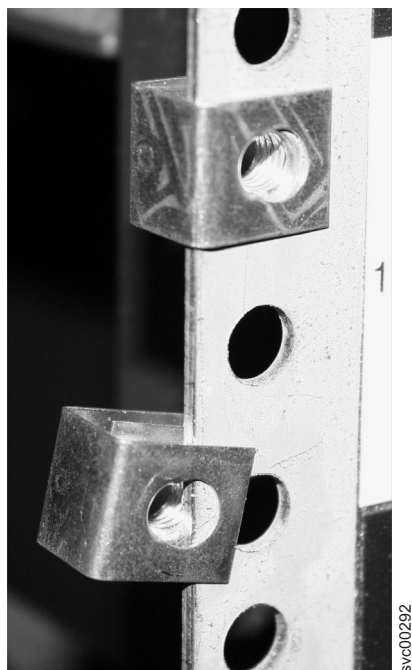

図 22. クリップの位置決め
2. 45 ページの図 22 に示すように、4 個の「C」クリップを、ラックのマウント・バーで位置決めします。